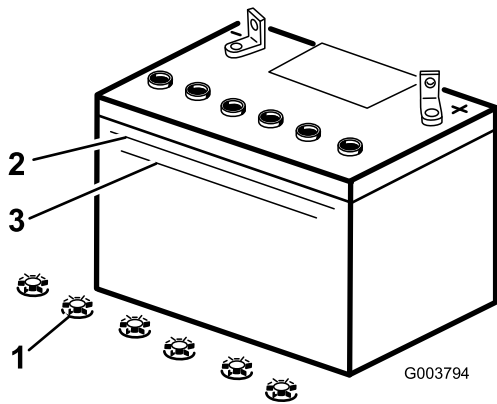

Figura 41
2. Mire hacia el lateral de la batería. El electrolito debe llegar a la línea superior (Figura 41). No permita que el electrolito esté por debajo de la línea inferior (Figura 41).
5. Retire los tapones de llenado de la batería (Figura 41).
6. Vierta lentamente agua destilada en cada célula de la batería hasta que el nivel de electrolito llegue a la línea superior (Figura 41) de la caja de la batería.
7. Espere de cinco a diez minutos después de llenar las células de la batería. Añada agua destilada, si es necesario, hasta que el nivel de electrolito llegue a la línea superior (Figura 41) de la caja de la batería.